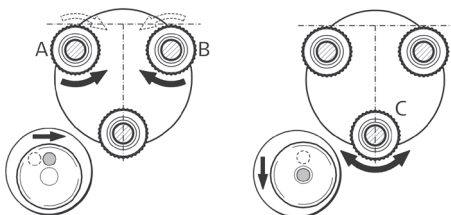

Рис. 2
пока пузырек уровня (5) не окажется в центре (рис. 2).